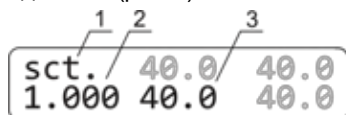

Рисунок 2. Дисплей в режиме калибровки:
- 6.2. Для смены калибровочного коэффициента держите нажатой кнопку **TIME RUN/STOP** дольше 8 с для входа в калибровочный режим. Калибровочный коэффициент появится на дисплее (рис. 2).
- 6.3. **Восстановление заводских установок.** Чтобы восстановить заводские установки, с помощью кнопок **▲** и **▼ T, °C** установите значение коэффициента 1.000, как показано на рис. 2/1. Нажмите кнопку **RPM RUN/STOP** один раз, чтобы сохранить изменения и выйти из режима калибровки.
- 6.4.5. Держите нажатой кнопку **TIME RUN/STOP** дольше 8 с для входа в калибровочный режим (рис. 2).